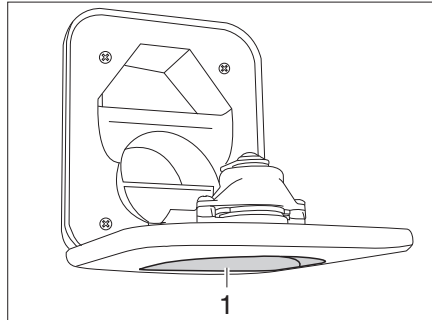

Bild 271 Frischwasser-Einfüllstutzen für Toilette
- Frischwasser-Einfüllstutzen für Toilette (Bild 271,1) oberhalb der Klappe für die Thetford-Kassette öffnen und nach unten schwenken.